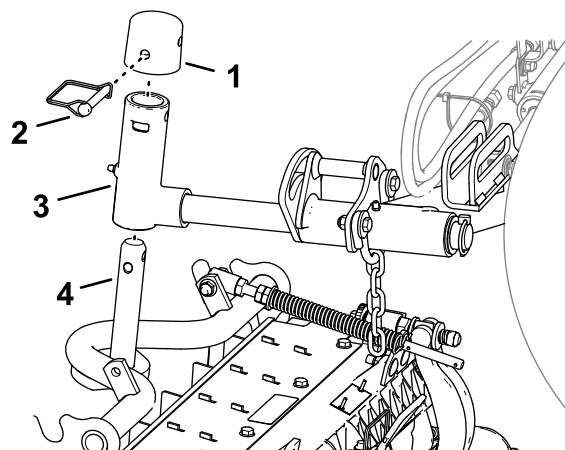

Figura 23
- Glisai o unitate de tăiere sub braul de ridicare (Figura 23).